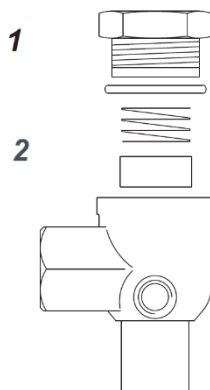

Abb. 8: Rückschlagventil
d) Undichtigkeit am Rückschlagventil.	<ul style="list-style-type: none"> Das flexible Druckrohr muss vom Rückschlagventil abgenommen werden. Bitte prüfen Sie, ob Luft über das Rückschlagventil entweicht. Wenn es passiert, den Ventildropfen losschrauben (Abb. 8: Nr. 1), und den Gummipropfen (Abb. 8: Nr. 2) und seinen Sitz mit einem trockenen Tuch genau saubermachen. Ist das Ventil undicht, muss dieses ausgewechselt werden.